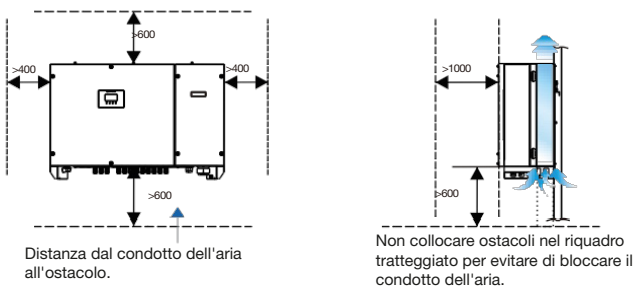

Figura 4.4 Requisiti di spazio per l'installazione (unità: mm)
- Riservare uno spazio sufficiente attorno all'inverter per garantire uno spazio sufficiente per l'installazione e la dissipazione del calore, come mostrato nella Figura 4.4.